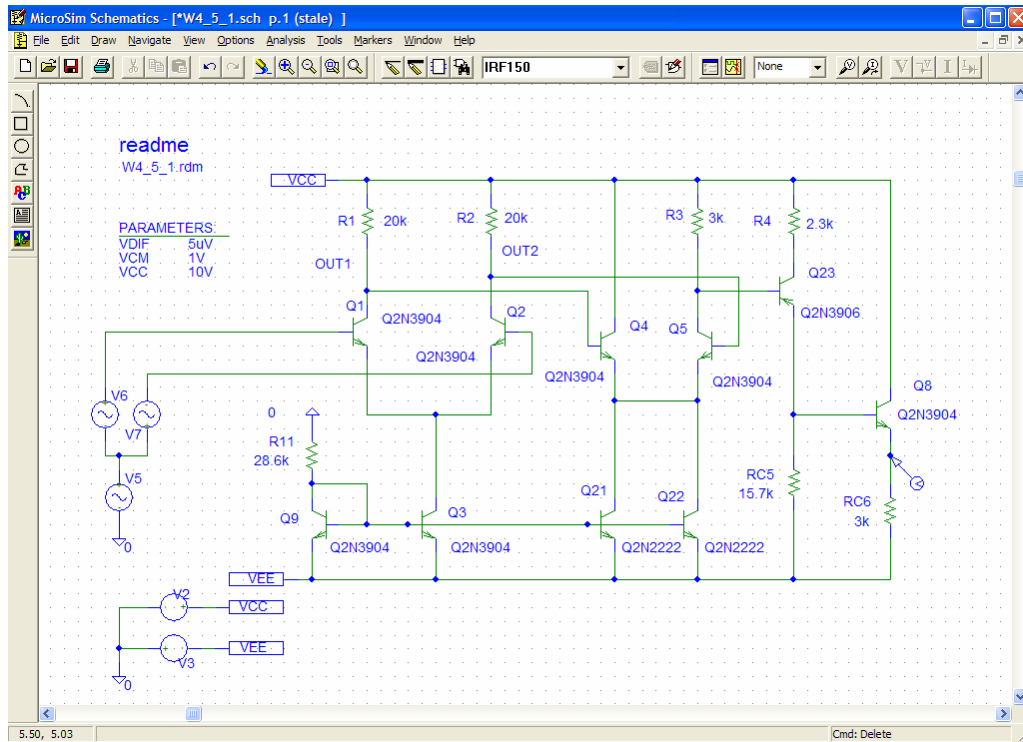

Рис. 4.5.3
3.1. Собрать схему ОУ, показанную на рис. 4.5.3. Установить значения элементов, приведенные в табл. 4.5.2 и полученные в ходе предварительного расчета.